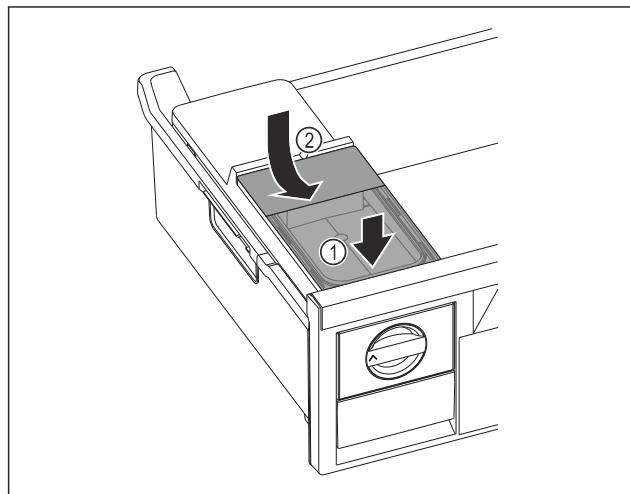

Fig. 86
- Nádržku na vodu nasadťte vpred. Fig. 86 (1)
- Nádržku na vodu spustite vzadu. Fig. 86 (2)